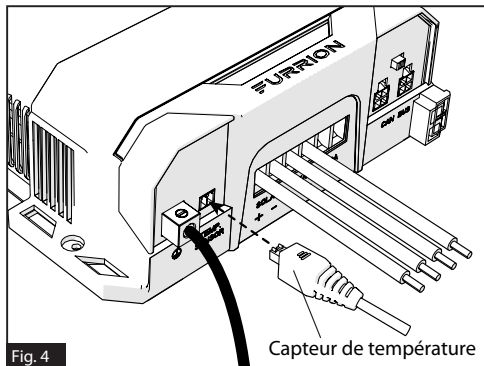

Fig. 4
4. Branchez le connecteur du capteur de température sur le port du capteur de température (le cas échéant). (Figure 4)